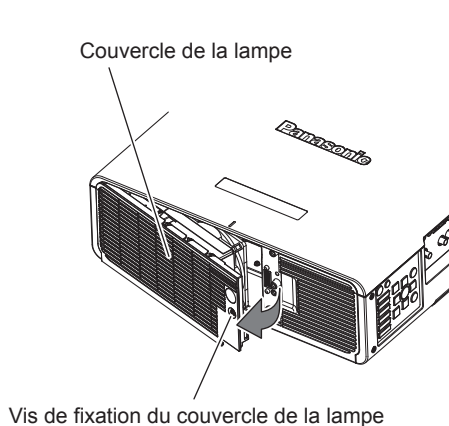

Fig. 1
- 2) Retirez le couvercle de la lampe. (Fig. 1)**